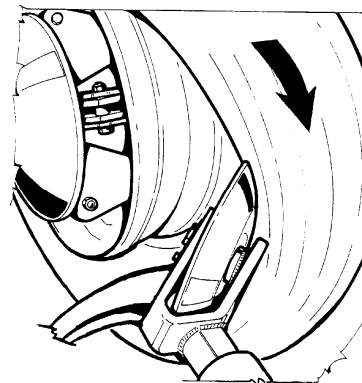
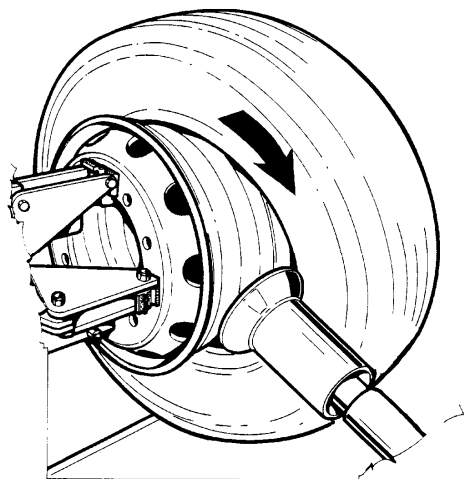

Рис.21
Рис.22
7. Продолжайте вращать держатель колеса, перемещая каретку держателя инструмента в направлении внешней части станка, пока борта шины не будут сняты с диска (Рис. 21 и Рис. 22)